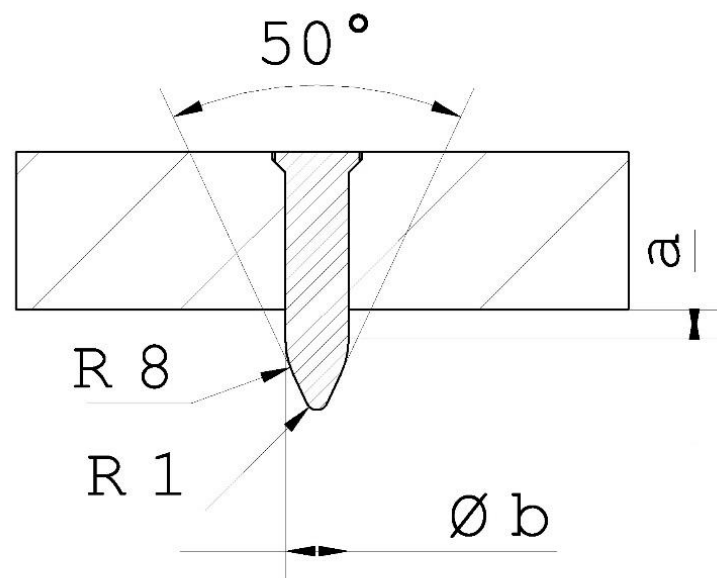

Abbildung 2: Fänger
7.6. Das a-Maß des Fängers ist gleich der Blechdicke, der Durchmesser b ist um 0,1 mm kleiner zu dimensionieren als der Lochstempeldurchmesser (siehe Abbildung 2: Fänger).